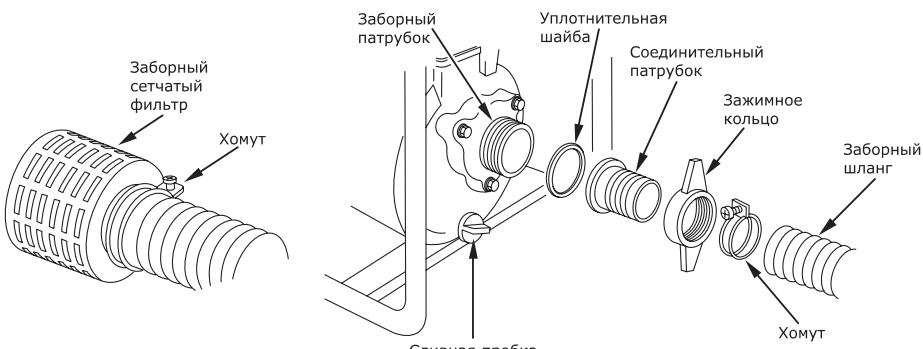

Рис. 10
- Заполните насосную часть помпы пресной водой. Установите заборный рукав с заборным фильтром. Убедитесь, что выпускной рукав закреплен и не перекрыт (рис. 10, 11).
- подсоедините заборный сетчатый фильтр к заборному рукаву при помощи хомута (рис. 10).
- слейте воду из выпускного шланга и корпуса мотопомпы через сливную пробку (рис. 10).